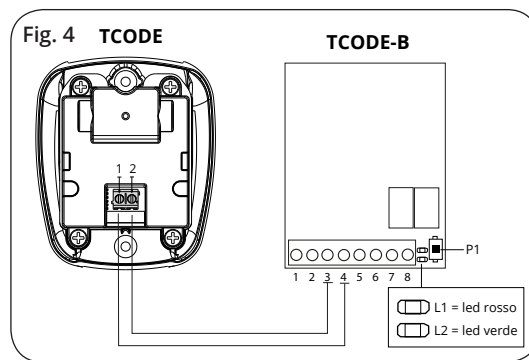

Fig. 4 TCODE
1. Collegare la tastiera digitale TCODE al decodificatore TCODE-B utilizzando un cavo a 2 fili come da schema. (fig.4) **Non occorre rispettare le polarità.**
1. Die digitale Tastatur TCODE wie im Schema gezeigt unter Verwendung eines 2-drahtigen Kabels an den Decoder TCODE-B anschließen. (Abb. 4) Die Polarität ist nicht von Bedeutung.